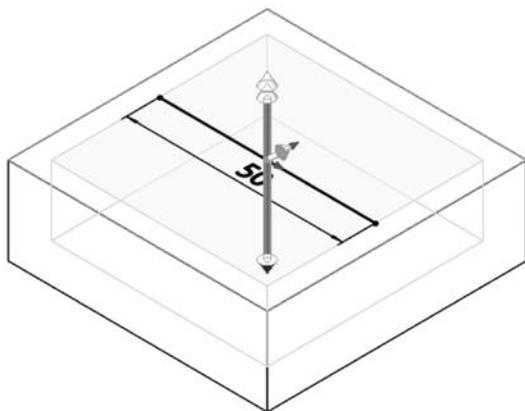

图 5-60 切除
(4) 单击【特征】选项卡上的【拉伸切除】按钮 , 会出现【切除-拉伸】属性管理器。
① 在【方向 1】组,从【终止条件】列表中选择【给定深度】选项。
② 在【深度】文本框内输入 16.00mm。
③ 选中【薄壁特征】复选框。
④ 在【薄壁特征】组,从【类型】列表中选择【两侧对称】选项。
⑤ 在【厚度】文本框内输入 50.00mm,如图 5-60 所示,单击【确定】